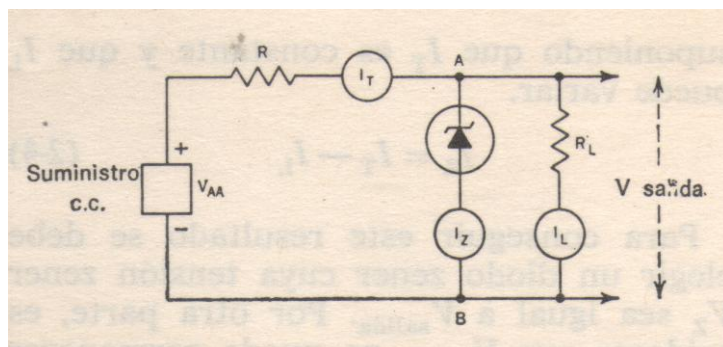

Figura 3: Diodo zener utilizado como regulador shunt de tensión.
La figura 3 es el circuito de un diodo utilizado como regulador shunt. El diodo está en paralelo con un resistor de carga R_L . La finalidad del diodo es mantener constante la tensión entre los terminales de la carga, dentro de los límites requeridos, ya sea cuando cambia la salida de la fuente de c.c. o cuando cambia la resistencia de carga y por tanto la corriente de carga.
NOTA: En el análisis del circuito de la figura 3, que contiene elementos lineales (resistores) y no lineales (diodos zener), son aplicables las leyes de Ohm y Kirchhoff, lo mismo que las ecuaciones de redes que Ud. ya conoce.
También se puede utilizar el diodo en la figura 3 para compensar las variaciones de la tensión c.c. de alimentación cuando el resistor de carga R_L permanece constante, asegurándose así una tensión de salida constante V_{salida} y por tanto, una corriente de carga constante I_L . Supongamos que el circuito esté funcionando correctamente con un nivel de tensión c.c. V_{AA} . Si ahora se aumenta la tensión V_{AA} de alimentación, la tensión de salida V_{salida} tenderá a aumentar. En consecuencia, la corriente zener I_Z aumentará, e I_T aumentará asimismo cuanto disminuya la tensión V_R entre los terminales de R. Si el circuito regulador ha sido correctamente diseñado, el aumento de la tensión entre los extremos de R, ΔV_R , debe ser igual (aproximadamente) al incremento de la tensión de alimentación ΔV_{AA} , y V_{salida} volverá a tener su valor original. Análogamente, una disminución de V_{AA} originará una disminución de I_Z y, por tanto, de I_T . V_R se reducirá y V_{salida} volverá a tener su nivel predeterminado.
Supongamos un circuito regulador, tal como el representado en la figura 3, que satisface las especificaciones del problema. Debemos seleccionar un diodo zener regulador cuya $V_Z = 10$ V. Supongamos que es asequible un diodo que deje pasar una corriente de regulación I_Z tal que la corriente total del circuito I_T permanece constante en 30 mA en el margen de variación de la corriente de carga de nuestro problema. Por la ley de tensión de Kirchhoff podemos escribir
8. En el regulador shunt de la figura 3, dada una tensión constante de alimentación V_{AA} , el diodo zener mantiene una corriente constante del circuito I_T , a pesar de las variaciones de la corriente de carga I_L . Así pues, si I_L disminuye, I_Z aumenta, y viceversa. En cualquier caso, para cambios especificados de I_L , la corriente zener $I_Z = I_T - I_L$.
9. En el regulador shunt de la figura 3, si la corriente de carga permanece constante, pero la tensión de alimentación V_{AA} aumenta, entonces I_Z aumenta, aumentando I_T y la caída de tensión en R, para mantener una tensión constante V_{salida} entre los terminales del zener. Las tensiones satisfacen la ecuación $V_{\text{salida}} = V_{AA} - I_T \times R$. Análogamente, una disminución de V_{AA} dará por resultado una disminución de I_Z y por tanto de I_T . La caída de tensión en R igual a $I_T \times R$, disminuirá, manteniendo así una tensión constante de salida entre los terminales de la carga.
10. En el regulador shunt de la figura 3, dadas V_{AA} , I_T , y V_{salida} , es posible calcular el valor de R por la fórmula
4. Un diodo zener de 20 V 1 W conectado como regulador de tensión en el circuito de la figura 3 suministra una tensión de salida de _____ V (aproximadamente) a la carga.